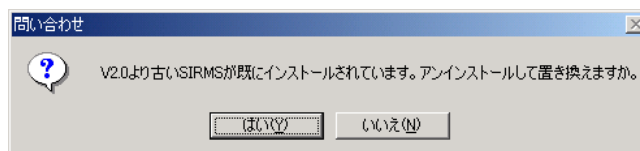

図 3-15 SIRMS アップデート確認メッセージ
- 8 アップデート中に図 3-15 のメッセージが表示された場合には、[はい] ボタンをクリックしてください。